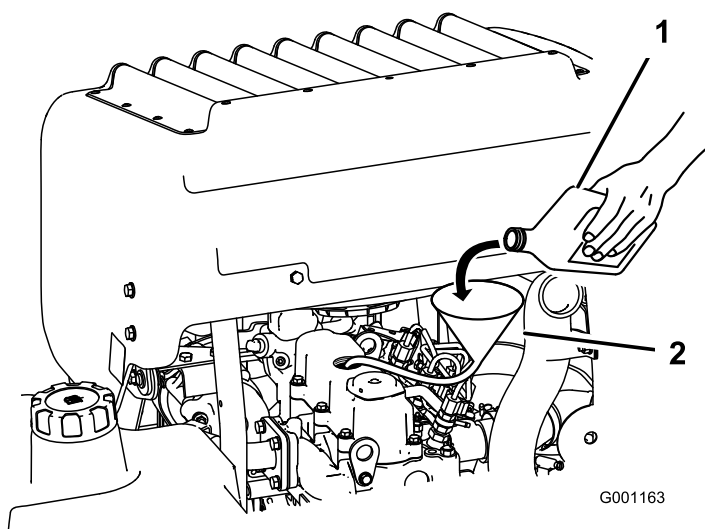

Figura 68
3. Utilize um tubo e um funil para adicionar óleo ao motor (Figura 68).